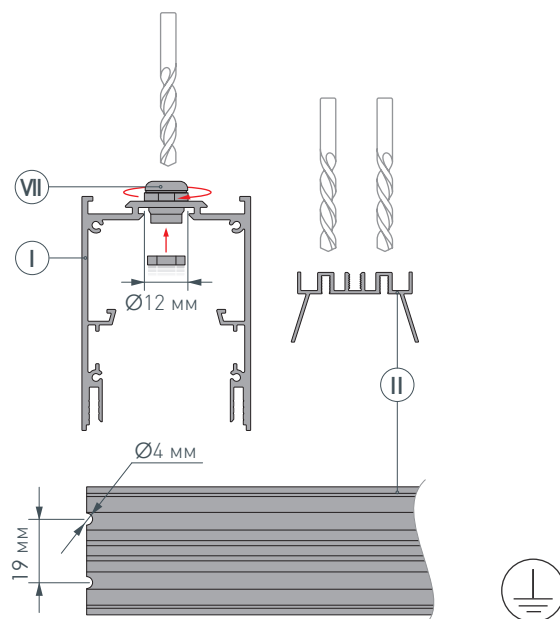

Рис. 1. Подготовка отверстий для вывода кабелей на основании для светодиодной ленты **II**. Вид сверху
- 1** Просверлите отверстие $\varnothing 12$ мм в профиле **I** для вывода сетевого кабеля, а также для установки клемм заземления профиля и блока питания. Затем просверлите два отверстия $\varnothing 4$ мм в основании для ленты **II** для вывода кабеля питания светодиодной ленты, как показано на рис. 1. **Установите клеммы заземления профиля и блока питания.** Установите и зафиксируйте в профиле **I**, в отверстии для сетевого кабеля медную муфту **VII**.